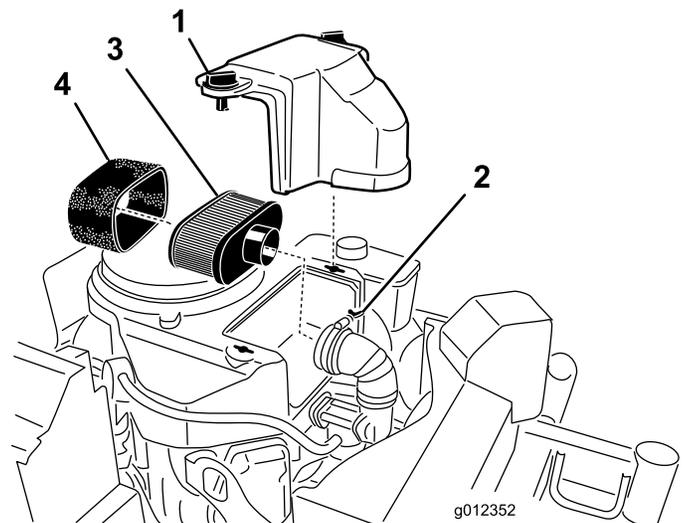

Figura 40
3. Limpie alrededor del limpiador de aire de forma que la suciedad no penetre en el motor y cause daños (Figura 40).
4. Desenrosque los pomos de la cubierta y retire la cubierta del limpiador de aire (Figura 40).
5. Desatornille la abrazadera y retire el conjunto del limpiador de aire (Figura 40).
6. Retire cuidadosamente el filtro de gomaespuma del filtro de papel (Figura 40).
1. No limpie el filtro de papel, cámbielo (Figura 40).
1. Deslice cuidadosamente el filtro de gomaespuma sobre el filtro de papel (Figura 40).
2. Coloque el conjunto del limpiador de aire sobre su base o manguera y sujételo con la abrazadera (Figura 40).
3. Coloque en su posición la cubierta del limpiador de aire y apriete el pomo de la cubierta (Figura 40).